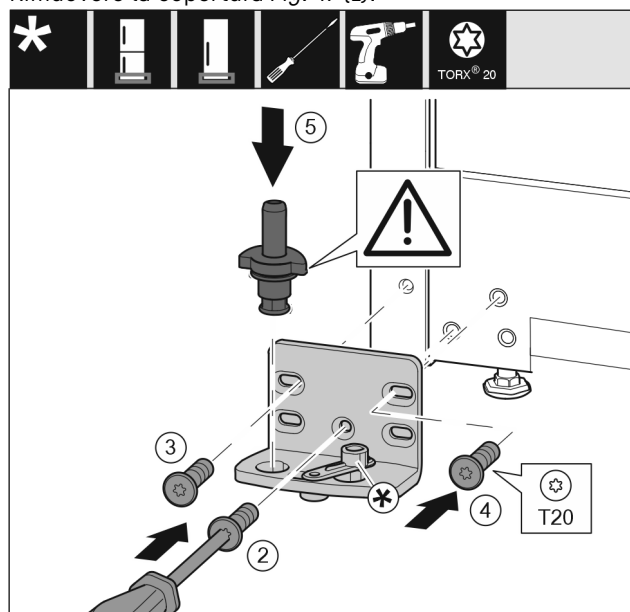

Fig. 48 *
- Applicare il blocco di supporto sull'altro lato e avvitare con l'aiuto di un cacciavite. Iniziare dalla vite Fig. 48 (2) in basso al centro.*
- Stringere la vite Fig. 48 (3) e la vite Fig. 48 (4).*
- Inserire completamente i perni di supporto Fig. 48 (5). Facendo ciò assicurarsi che la camma di arresto sia rivolta all'indietro.*